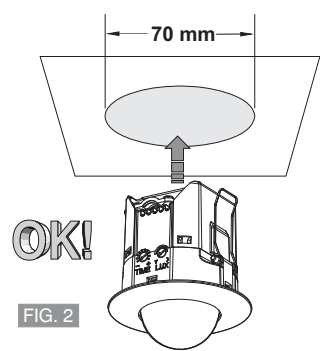

FIG. 2
- Exécuter un trou d'un diamètre de 70 mm dans le faux-plafond (fig. 2).